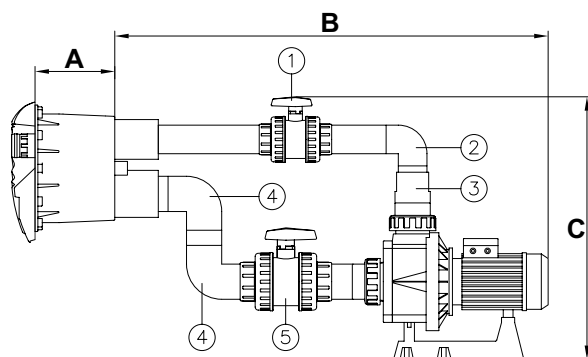

Рис. 7
- Приклейте трубу Ø 75 мм (*) к выпускному отверстию ниши (см. рис. 7).
- Приклейте клапан Ø 75 мм (№ 1, рис. 7) к трубе Ø 75 мм (*).
- Приклейте трубу Ø 75 мм (*) к клапану Ø 75 мм (№ 1, рис. 7).
- Приклейте колено Ø 75 мм (№ 2, рис. 7) к трубе Ø 75 мм (*).
- Приклейте трубу Ø 75 мм (*) к колену (№ 2, рис. 7).
- Приклейте конический переходник 90/75/63 мм (№ 3, рис. 7) к соединителю Ø 75 мм (№ 2, рис. 7) и Ø 90 мм на насосе.
- С помощью трубы Ø 90 мм (*) приклейте колено Ø 90 мм (№4, рис. 7) к всасывающему отверстию на нише (см. рис. 7).
- С помощью трубы Ø 90 мм (*) присоедините другое колено Ø 90 мм (№4, рис. 7) к уже приклеенному колену (см. рис. 7).
- Приклейте клапан Ø 90 мм (№5, рис. 7) к колену (№4, рис. 7), соединив их трубой Ø 90 мм (*).
- Приклейте трубу Ø 90 мм (*) к клапану (№5, рис. 7) и к соединителю Ø 90 мм на насосе.